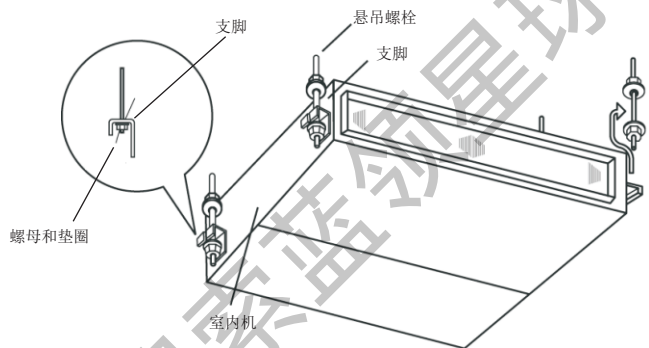

图4.6 吊装方法
(2) 安装室内机
a. 如图4.6，将左边托架放置于悬吊螺栓的螺母和垫圈之上。